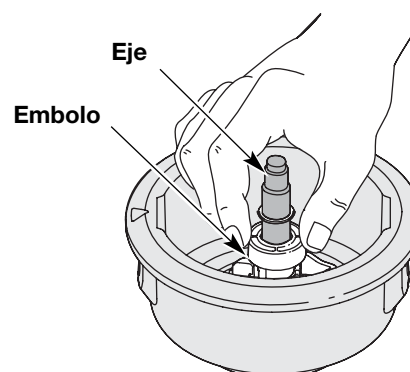

Fig. 22
5. Limpie el eje y la superficie interior de la bobina exterior. Para limpiar el eje debajo del émbolo, empuje el émbolo hacia abajo (Fig. 22). Saque toda la suciedad o residuos del eje.